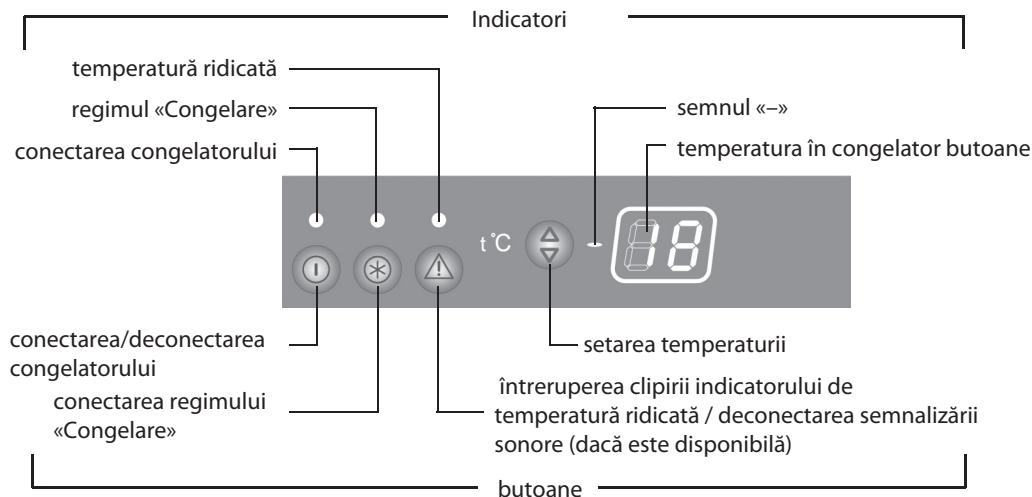

Figura 3 – Dispozitivul de comandă
1.5 În congelator este prevăzut un dispozitiv de comandă, care permite setarea temperaturii în cameră și afișează valoarea ei pe indicator în conformitate cu figura 3.
2.1.1 Controlul funcționării congelatorului se efectuează prin apăsarea butoanelor respective a dispozitivului de comandă în conformitate cu figura 3.
2.1.2 Butoanele de comandă au indicatoare de lumină în conformitate cu figura 3. Indicatorii semnalizează despre conectarea sau deconectarea regimurilor de lucru a congelatorului, iar indicatorul numeric afișează temperatura setată.
Conectarea congelatorului se efectuează prin apăsarea butonului — se aprinde indicatorul de conectare în conformitate cu figura 3. După conectare începe a clipi indicatorul de temperatură ridicată și «H» pe indicatorul numeric de temperatură. Clipirea indicatorului de temperatură ridicată se deconectează prin apăsarea butonului — indicatorul începe să lumineze permanent.
Setarea temperaturii se efectuează prin apăsarea butonului în conformitate cu figura 3. Pe indicatorul numeric de temperatură începe a clipi indicația temperaturii în grade Celsius. La apăsări repetate a butonului valoarea numerică pe indicator crește până la cea maximală admisibilă, după care are loc enumerarea valorilor începând cu cea minimă.
Pentru a conecta regimul «Congelare» apăsați butonul în conformitate cu figura 3 — pe indicatorul numeric de temperatură se afișează «SF».